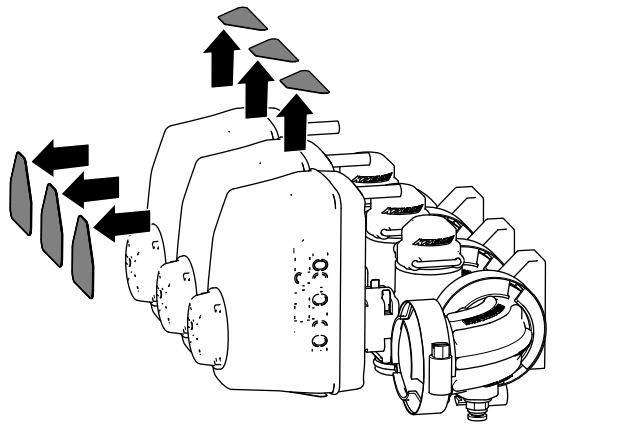

Figura 53
- Retire las 6 pegatinas de las 3 válvulas de sección de brazo (Figura 53).